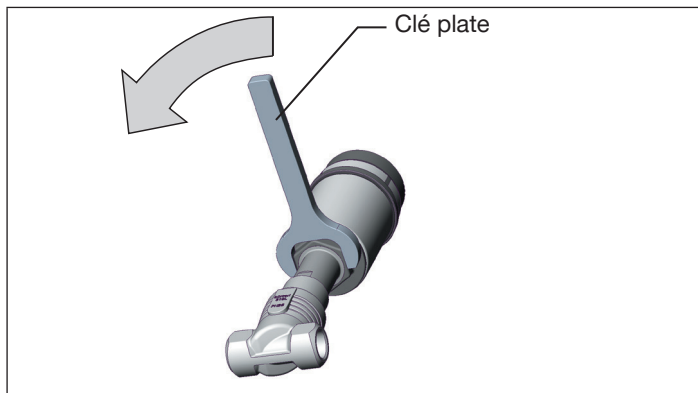

Figure 17 : Tourner avec une clé plate
- ▶ Tourner l'actionneur **uniquement** dans le sens prescrit (voir « Figure 17 ») !